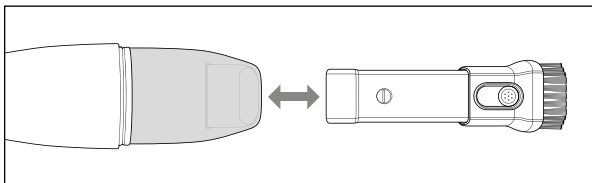

Abb. 2
- ◆ Stecken Sie die 2-in-1 Saugdüse **12** in die Saugöffnung **2** des Gerätes. Achten Sie dabei darauf, dass der Knopf zum Verstellen der Bürstendüse nach oben zeigt (siehe Abb. 2).
- ◆ Um die 2-in-1 Saugdüse **12** wieder abzunehmen, ziehen Sie sie aus der Saugöffnung **2** heraus (siehe Abb. 2).